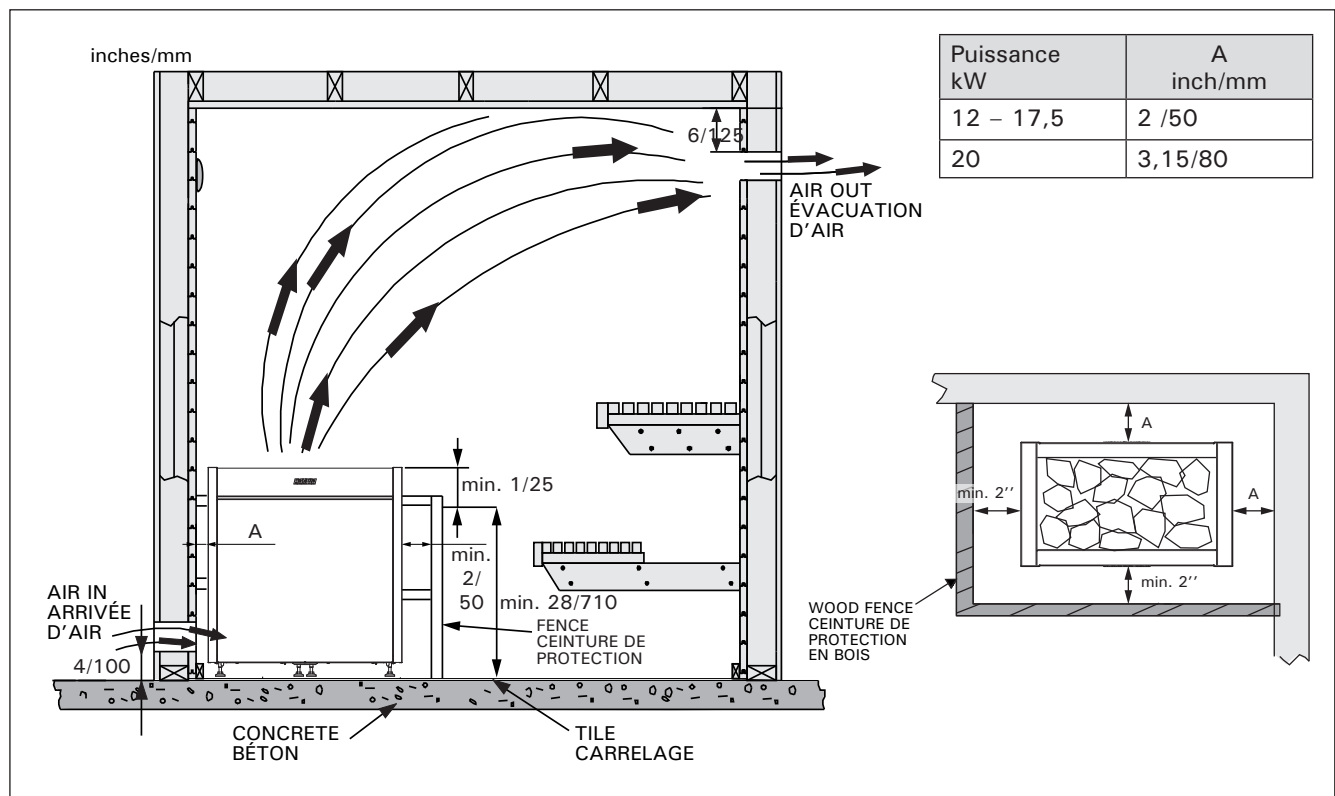

Figure 4. Ventilation de la cabine de sauna et dégagements min. entre la paroi et la ceinture de protection
située près du poêle à 4" (100 mm) du plancher et une bouche d'aération haute située sur la paroi opposée (si possible) à 6" (150 mm) du plafond ou à une hauteur minimale de 24" (600 mm) du plancher. Les bouches d'aération doivent être réglables et permettre de renouveler l'air 5 fois par heure. Le sauna doit être équipé du système d'aération requis par les autorités locales. Figure 4.
Les distances de sécurité minimales sont décrites sur la figure 4 et 5.
1. Sortez le poêle du carton et posez-le à un emplacement approprié dans la cabine du sauna. Respectez les dégagements indiqués dans les figures 4 et 5.